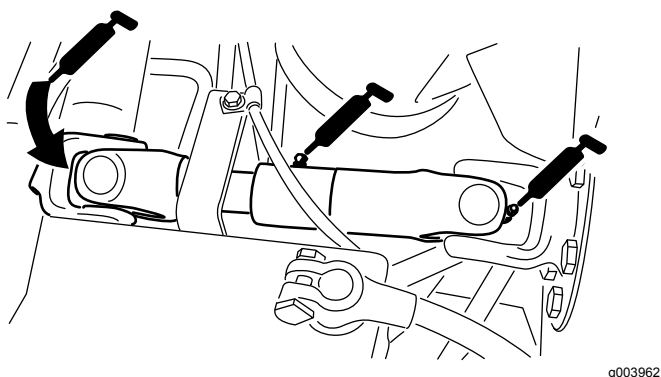

Figura 58
- Junta em U do veio propulsor da bomba (3) – Figura 58